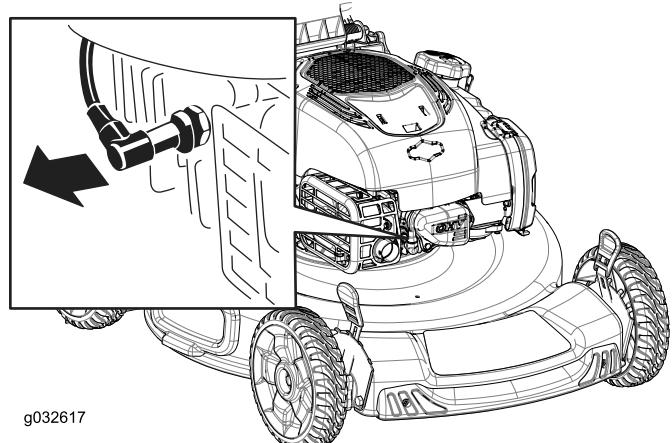

Figure 31
- Débranchez le fil de la bougie (Figure 31).